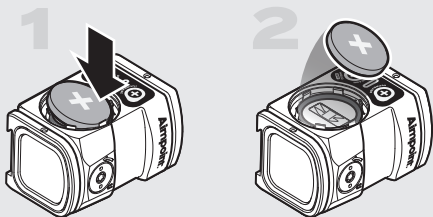

Abb. 2 Batterie entfernen
- a Schrauben Sie den Batteriedeckel (3) mit dem Aimpoint-Werkzeug (8B) ab und entfernen Sie sie.
- a Wenn Sie die Batterie ersetzen, nehmen Sie die leere Batterie aus dem Batteriefach, indem Sie sie vorsichtig an einer Kante nach unten drücken, wie in Abb. 2 gezeigt.